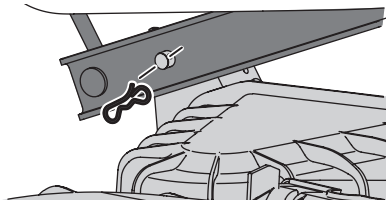

Figura 41
- Mirando hacia la plataforma desde el lado izquierdo del tractor, ubique el pasador de chaveta en el lado posterior izquierdo de la plataforma. Consulte la Figura 41.
- Retire el pasador y saque el pasador de la plataforma del brazo de elevación de la misma. Consulte la Figura 41.